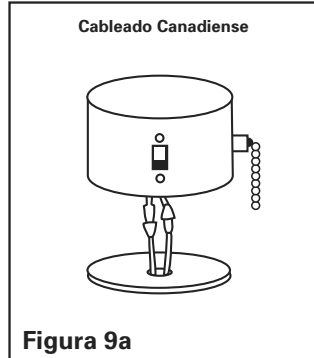

Figura 9a
5. NOTA: Para las especificaciones canadienses, por favor use el sistema de enchufe (Vea la figura 9a). Si está usando un ventilador con especificación UL, por favor corte los enchufes y haga el cableado usando conectores de cable incluidos con el ventilador
7. NOTA: Para las especificaciones canadienses, por favor use el sistema de enchufe (Vea la figura 9a). Si está usando un ventilador con especificación UL, por favor corte los enchufes y haga el cableado usando conectores de cable.
5. NOTA: Para las especificaciones canadienses, por favor use el sistema de enchufe (Vea la figura 9a). Si está usando un ventilador con especificación UL, por favor corte los enchufes y haga el cableado usando los conectores para cables incluidas con el ventilador.